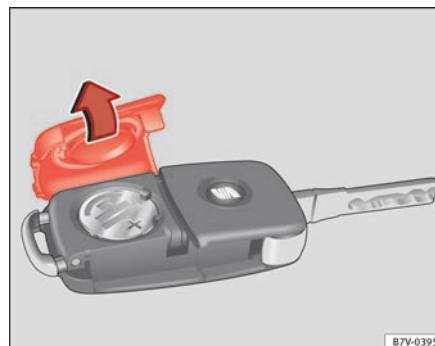

Fig. 43 Chave do veículo: tampa do compartimento da pilha.
A pilha encontra-se na parte traseira da chave do veículo, sob uma tampa ⇒ Fig. 43.
- Retire a tampa da parte traseira da chave do veículo ⇒ Fig. 43 na direcção da seta ⇒ ❶.
- Coloque a tampa na carcaça da chave do veículo, pressionando-a tal como se mostra ⇒ Fig. 43, no sentido contrário ao da seta, até que encaixe.